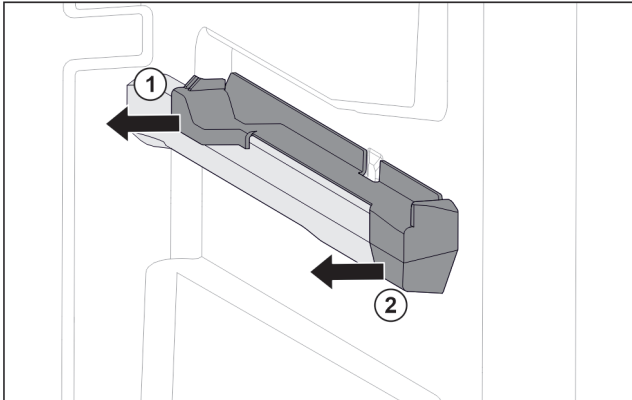

Fig. 123 Élément emboîtable sur la nervure de récipient droite
- ▶ Le retirer sur le côté par l'arrière. Fig. 123 (1)
- ▶ Le retirer sur le côté par l'avant. Fig. 123 (2)